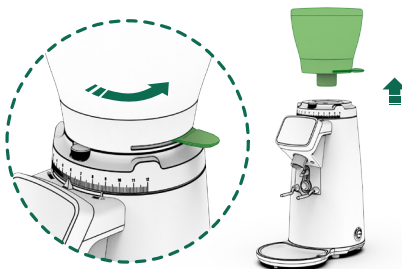

Fig. 2
12.3.2 Comprobar que el obturador está en posición cerrada antes de retirar la tolva del regulador de molienda (7) (Fig. 2).